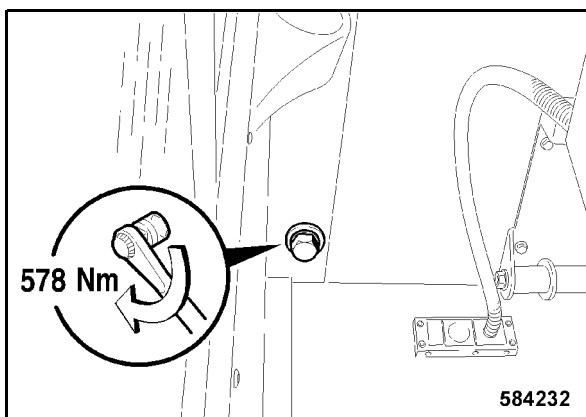

Fig. 247
- El tornillo de fijación trasero, interior de la derecha hay que apretar con 578 Nm (Fig. 247).